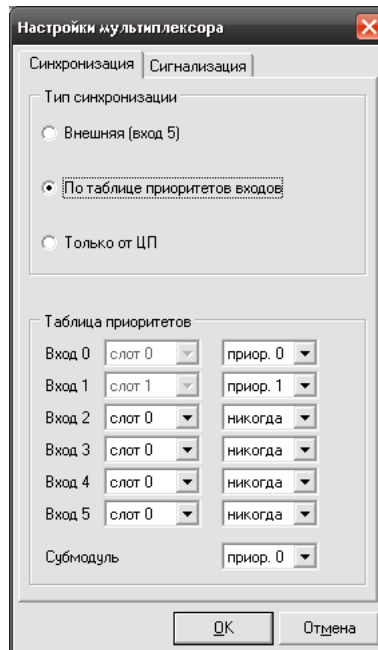

Рисунок 26
- выбрать вкладку «синхронизация» (рис. 26);